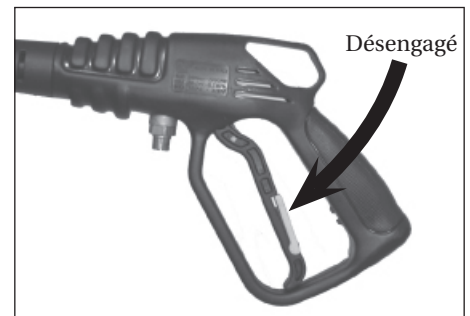

Figure 15 - Gâchette déverrouillée
- Démarrer le moteur. Déverrouiller le verrou de sécurité de la gâchette du pistolet (Voir Figure 15). Agripper la corde de lancement et mettre un pied sur le châssis. Pointer le pistolet dans une direction sûre. Tout en pressant sur la gâchette du pistolet, tirer sur la corde de lancement rapidement et fermement (Voir Figure 16). Continuer à tenir la corde tandis qu'elle revient. Répéter ces étapes jusqu'à ce que le moteur démarre.